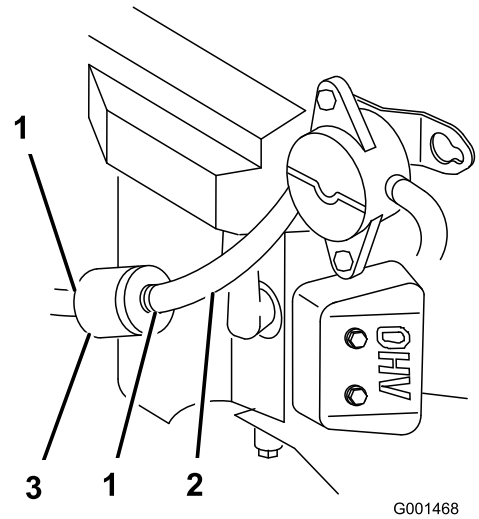

Bild 28
4. Drücken Sie die Enden der Schlauchklemmen zusammen und schieben Sie sie vom Filter weg (Bild 28).